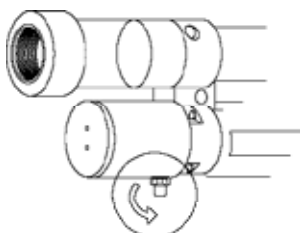

fig. 7a
- 1) desenrosque la tapa del dispositivo de emergencia (C) accediendo al engranaje a continuación (fig. 7a);